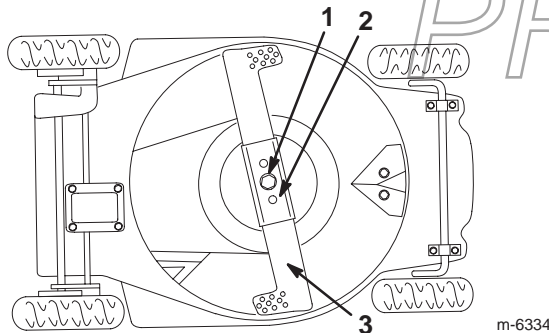

Bild 29
4. Kippen Sie den Rasenmäher auf seine **linke** Seite (Bild 29).
2. Entfernen Sie die Messerschraube, Sicherungsscheibe, das Messer und die Messerverstärkung (Bild 29).